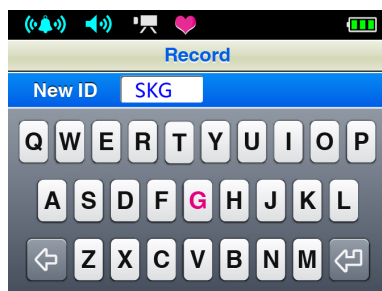

Figura 13. Interfaccia inserimento ID
- a** Nell’interfaccia del menu di registrazione, muovere la barra di selezione nell’elemento “Registrazione”, quindi premere il pulsante sinistro/destro per selezionare o deselezionare. Quando viene visualizzato “ON”, premere il pulsante del menu per poter accedere all’interfaccia di inserimento ID; come da Figura 13. Durante la registrazione, scegliere “OFF” quindi premere il pulsante del menu per fermare la registrazione.